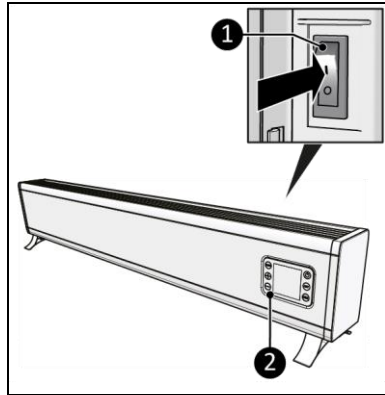

Figure 15
1. Mettez le commutateur ON/OFF sur la position ON (figure 15, pos. 1).
2. L'écran (figure 15, pos. 2) affiche OFF.